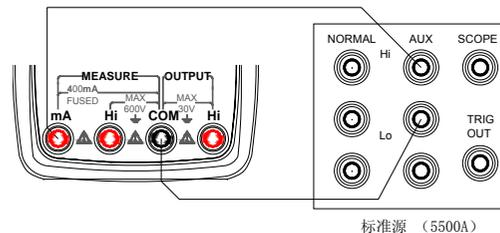

图 11. 电流校准
1. 校准连线如图 11 所示：
2. 将旋钮开关设定在  $\tilde{\text{mA}}$  输入档，先按  键选择交流 (AC)，再按  键选取交流电流的量程，然后按  键进入交流电流校准状态。显示器显示字符 ‘MEASURE’、‘CAL’、‘ON’ 及单位 ‘mA’、‘AC’。